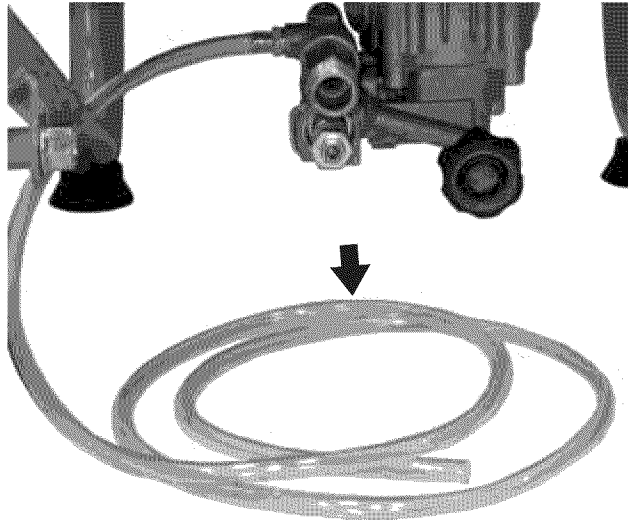

Figura 37 – Filtro de sifonaje de jabón
1. Extraiga el tubo de sifonaje de jabón (ver Figura 37) del contenedor de jabón (si está sumergido).